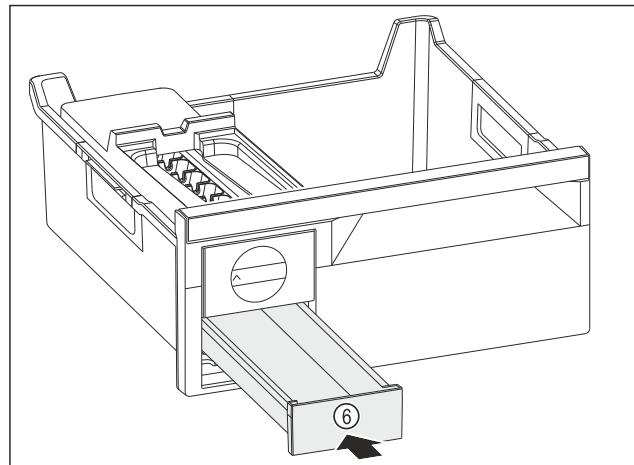

Fig. 148
- Insérer le compartiment à glaçons Fig. 148 (6).